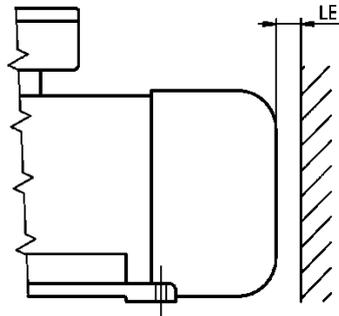

图 2: 障碍物与进风口的最小距离
风扇罩壳进气口和出气口不允许受阻，否则会出现温度受热上升，超过允许的温度等级，并会缩短线全绝缘的使用寿命（→ 图 2 和 → 表 2）。
表 2: 障碍物与进风口的最小距离 (LE), → 图 2